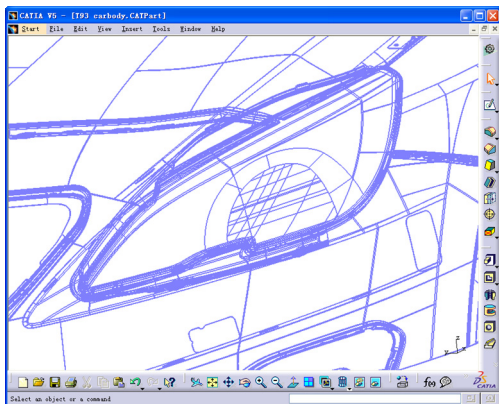

图 1-64
- : 线框 (Wireframe), 只显示线框结构, 如图 1-64 所示。